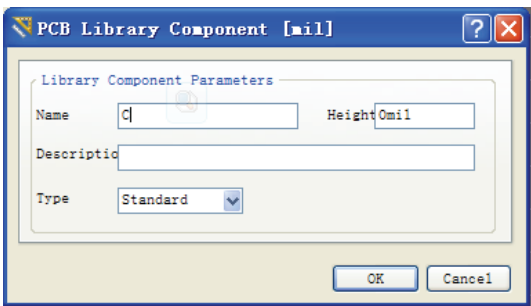

图 10-49 改名后的 PCB 库元件对话框
(4) 在名称 (Name) 文本框中输入“C”，如图 10-49 所示，单击  按钮确定。